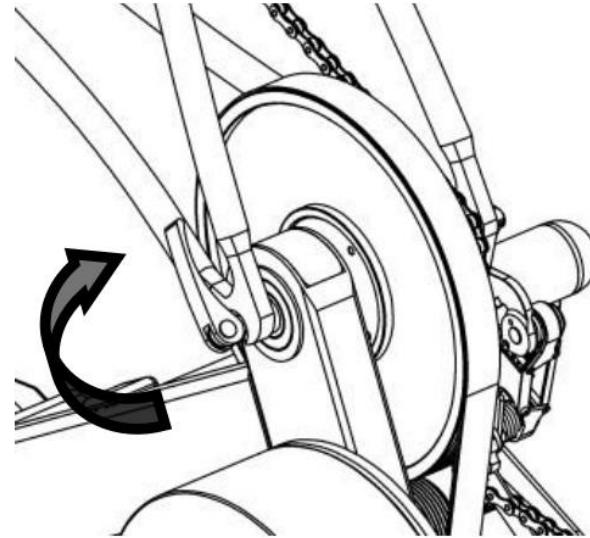

FIG 17
- Realizar o aperto da blocagem (FIG 17).